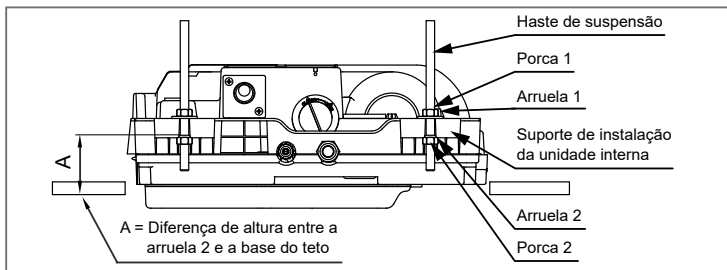

FIG. 18
3. Prenda as hastes de suspensão nos ganchos, suspenda a unidade e inicie o ajuste do nivelamento da unidade com as arruelas e as porcas sextavadas (Fig. 18).
- Ajuste a altura da porca 2 para que a diferença entre a superfície superior da arruela 2 e a base do teto seja de 70mm (40KVQOD12) ou 75mm (40KVQOD18/40KVQOD24) ("A" - Fig. 18).